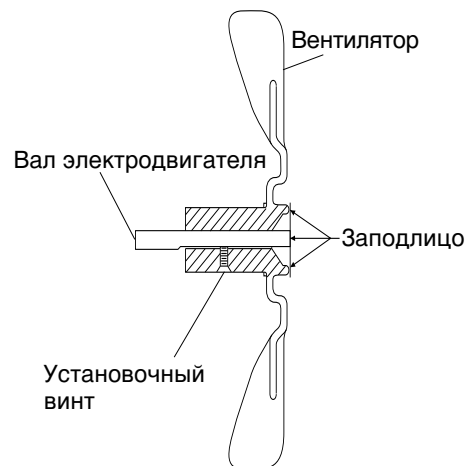

Рис. 30 - Поперечный разрез вентилятора
6. Наденьте вентилятор на вал электродвигателя. Установите втулку вентилятора заподлицо с торцом вала электродвигателя (см. рис. 30).